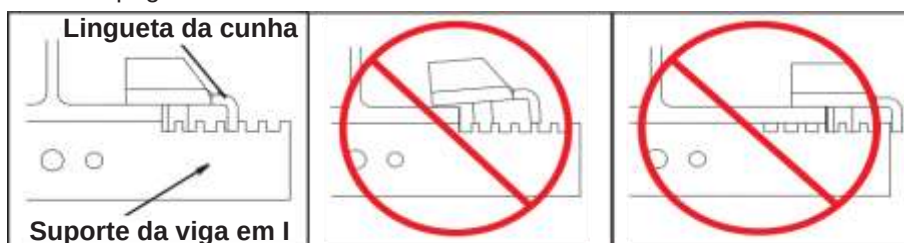

Figura 3-16
- Etapa 5. Deslize as linguetas da cunha na direção da alma da viga até que os dois (2) parafusos de cabeça sextavada M12 x 100 mm toquem nos lados do flange da viga em I. Consulte a Figura 3-16.